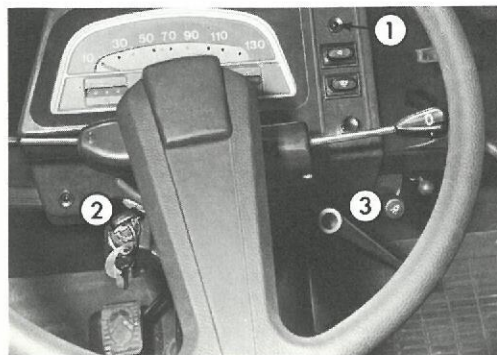

Fig. 13 - Mise en route
Commande de starter (Fig. 13 - Rep. 3)
- Sur "2 CV 6" le voyant de pression d'huile moteur (Rep. 1 - Fig. 13) s'allume.*
Sur "2 CV 6", le voyant de pression d'huile moteur (Rep. 1 - Fig. 13) doit s'être éteint.